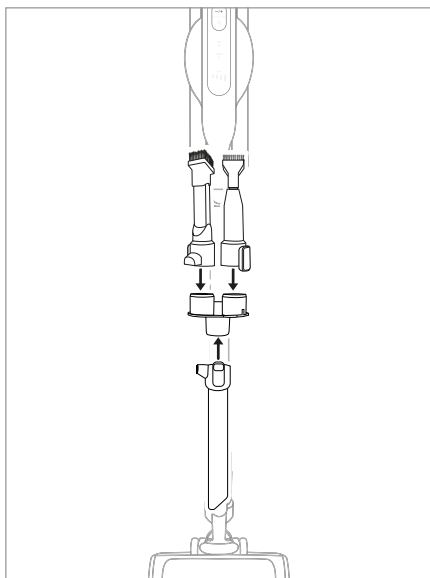

Fig. 17
- ◆ Retirez les accessoires de l'appareil et placez-les sur le support pour accessoires 17 pour les ranger (voir fig. 17).